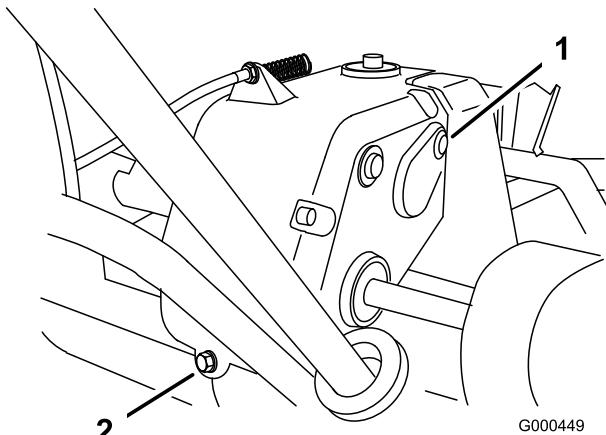

Figura 27
2. Togliete il tappo di controllo e riempimento dal lato destro della trasmissione (Figura 27).